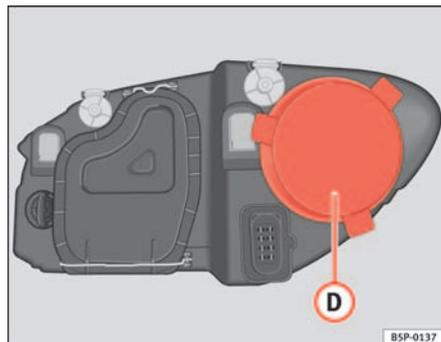

Fig. 185 Feu de position
- Retirez le cache ⇒ fig. 185 **D** en tirant dessus.